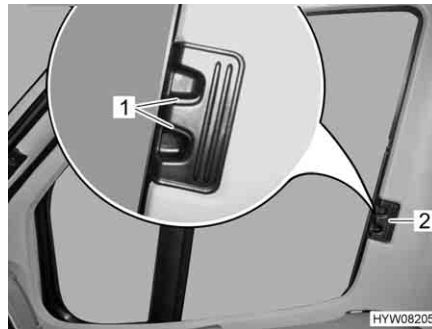

Fig. 65 Dispositif occultant plissé pour la fenêtre côté conducteur/passager
- Presser les poignées de déverrouillage (Fig. 65,1) et les maintenir pressées.
- Tirer les dispositifs occultants plissés pour les fenêtres côté conducteur et côté passager par la poignée (Fig. 65,2) vers l'autre côté de la fenêtre et les rassembler au niveau de la piste magnétique.
- Pousser les dispositifs occultants plissés pour les fenêtres côté conducteur et côté passager jusqu'à la butée au niveau de la poignée (Fig. 65,2).
- Lâcher les poignées de déverrouillage (Fig. 65,1) et les faire s'enclencher.